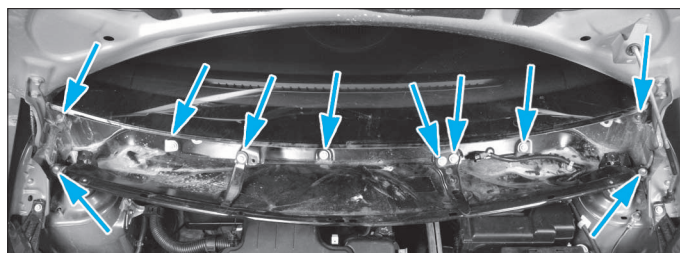

FIG. 10
- Déposer la tôle d'auvent (10 vis) (fig. 10).